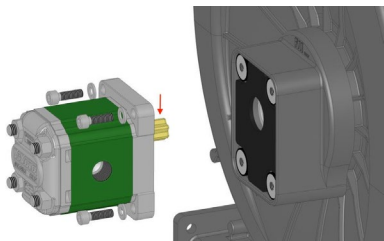

FIGURA 7
- Svitare le 4 viti a testa cilindrica M6 di fissaggio del motore ed estrarlo assialmente (FIGURA 7);